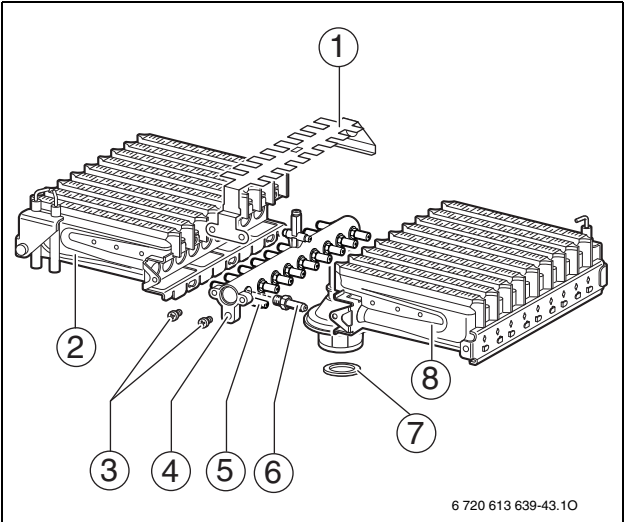

Рис. 29
- ▶ Демонтировать горелку (→ рис. 29, [2] и [8]) /→ глава 12.2.1).
- ▶ Установить горелку (→ рис. 29, [2] и [8]).